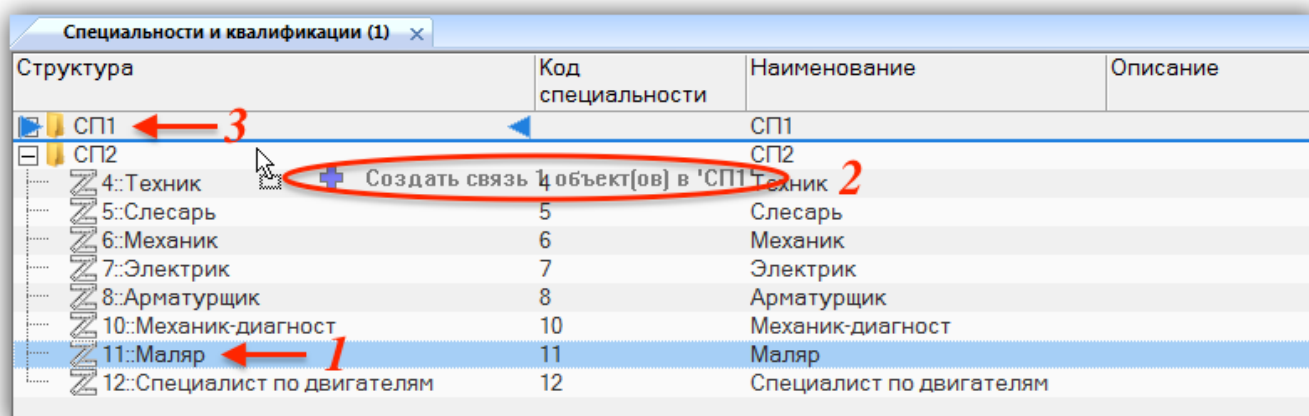

Рис. 9-96 – Перемещение специальности в другую папку справочника
- 2) Выделить специальность в дереве справочника (1 на рис. 9-96). Для выделения нескольких объектов используются клавиши CTRL и SHIFT.
3) Удерживая нажатой левую кнопку мыши, переместить выделенную специальность к другой папке справочника (2 и 3 на рис. 9-96). Необходимо чтобы папка справочника была выделена в колонке «Структура» стрелками ► и ◀.